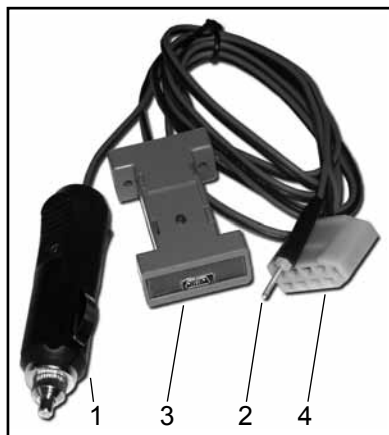

Рисунок 2. Фискальный USB кабель для таксометра.
5.1.1 Для настройки таксометра следует подключить его к компьютеру Фискальным USB кабелем для таксометра рисунок 2. Он подключается в порт USB и служит для считывания и изменения тарифного плана и считывания фискальных данных таксометра.